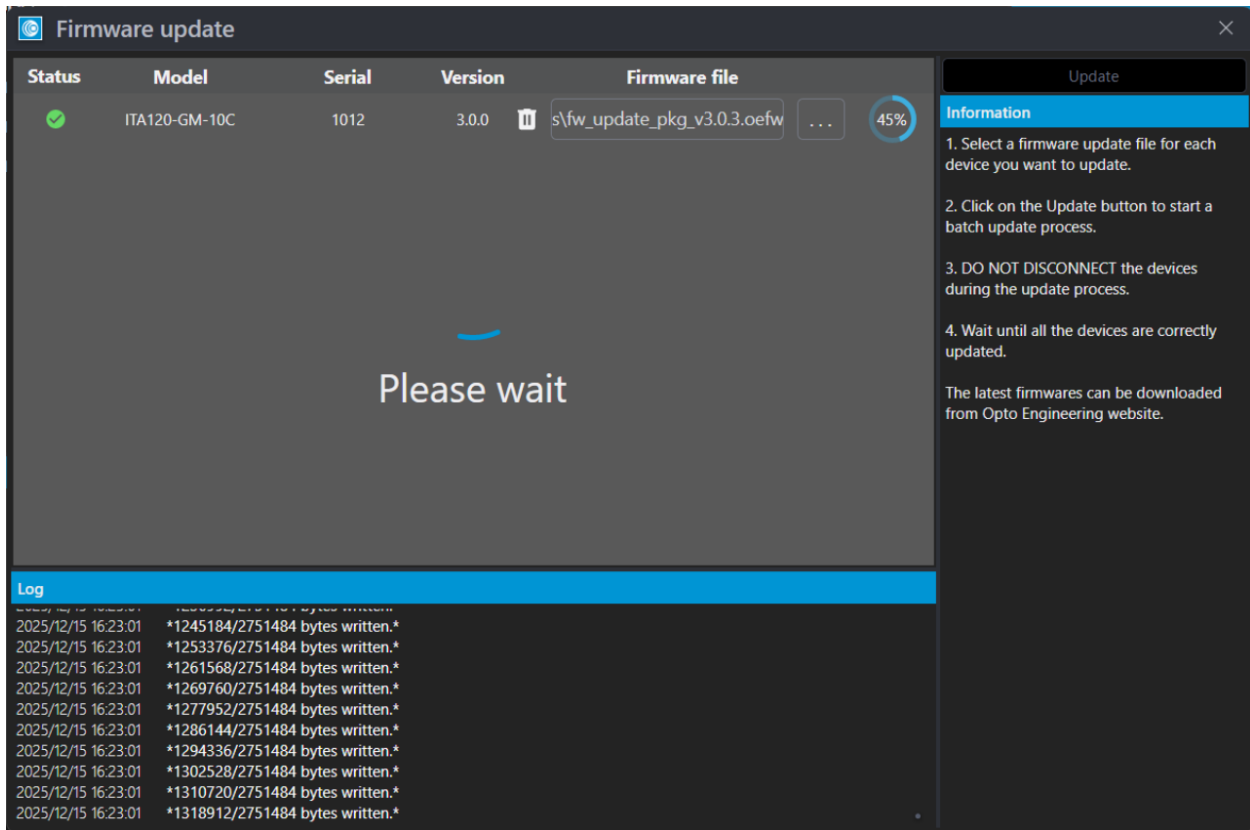

Figure 24: FW 正在更新。
3. 请勿断开连接或关闭电源 更新过程中的设备（图 24）。LED 指示灯闪烁表示摄像机正在向闪存写入内容。